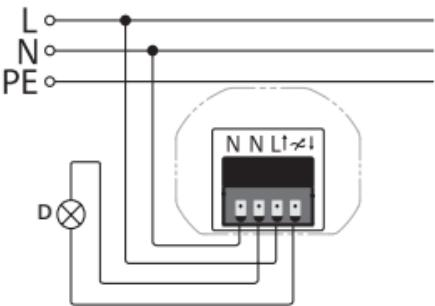
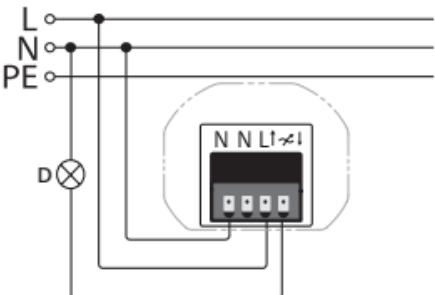

Abbildung 1
Abbildung 2
- 4 Schließen Sie den Leiter zur Lampe/Leuchte (D) an Anschlussklemme ~~L~~ an.
- 7 Schließen Sie den Neutralleiter der Lampe/Leuchte (D) an den Neutralleiter der Hausinstallation (Abbildung 1) oder an der Anschlussklemme N (Abbildung 2) an.